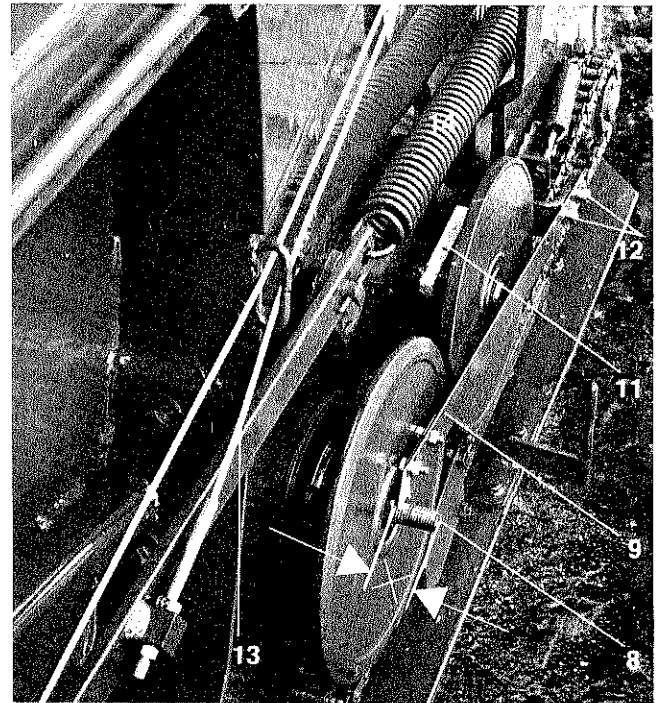

Abb. 14
Die gewünschte Folienlänge (Netzlänge) pro Rundballen kann mit der Schraube 8, Abb. 14, stufenlos eingestellt werden. Die Einstellschraube 8 hat Linksgewinde.
1. Zum Betrieb der Rundballenpresse mit Folienwicklung (Netzwicklung) und Bindfadenbindung muß der Hebel 11, Abb. 14, entsprechend umgelegt werden.
Bei richtiger Einstellung ist das Seil 13, Abb. 14, Seite 13